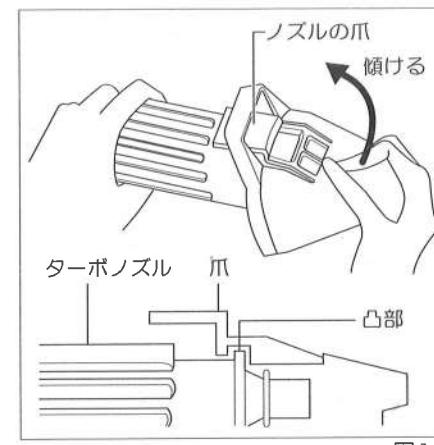

図11
- ①ターボノズル先端に洗剤散布用ノズルを押し込みます。
- ②洗剤散布用ノズルを傾けるようにしてノズルの爪をターボノズル凸部に噛み合せます。(図11参照)